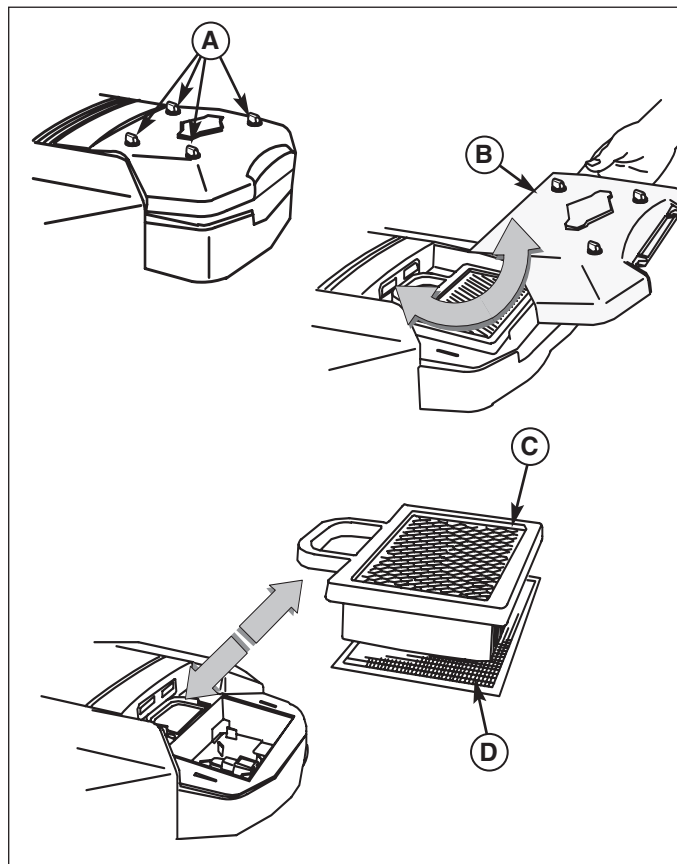

Figura 31. Filtro dell'aria - Modelli Briggs & Stratton a due cilindri
1. Svitare le quattro manopole (A, Figura 31) ruotandole in senso antiorario.
2. Rimuovere la copertura (B). Rimuovere il filtro (C) ed il pre-filtro (D).
3. Installare il pre-filtro (D) con la griglia verso l'alto. Installare il filtro (C) come indicato in figura.
4. Installare la copertura (B) accertandosi che le linguette siano inserite nei rispettivi alloggiamenti. Fissare ruotando le viti in senso orario fin quando non risultano serrate.